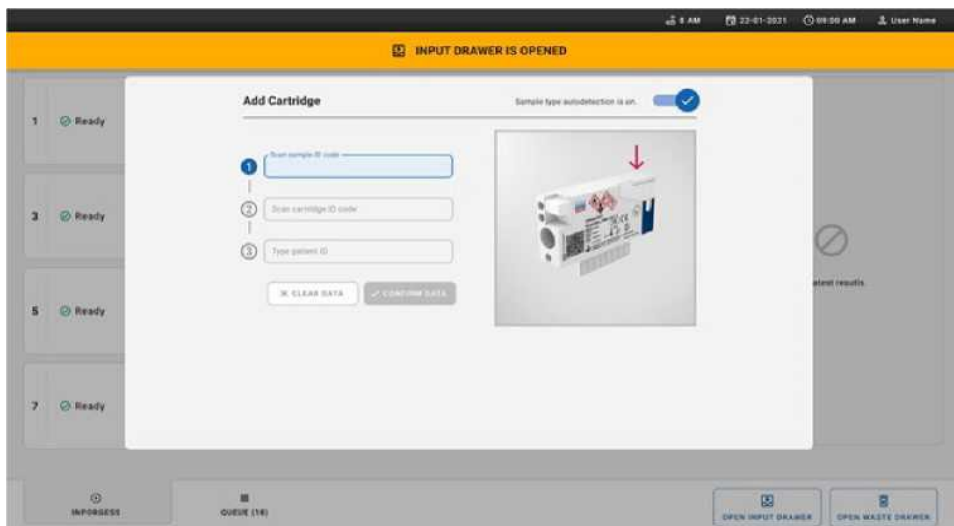

Рис. 23. Экран сканирования идентификатора образца.
7. Появится диалоговое окно **«Add Cartridge (Добавить картридж)»**, и сканер перед прибором будет активирован. Отсканируйте штрих-код с идентификатором образца на верхней части картриджа QIAstat-Dx Respiratory SARS-CoV-2 Panel перед прибором (положение, указанное стрелкой (рис. 23).